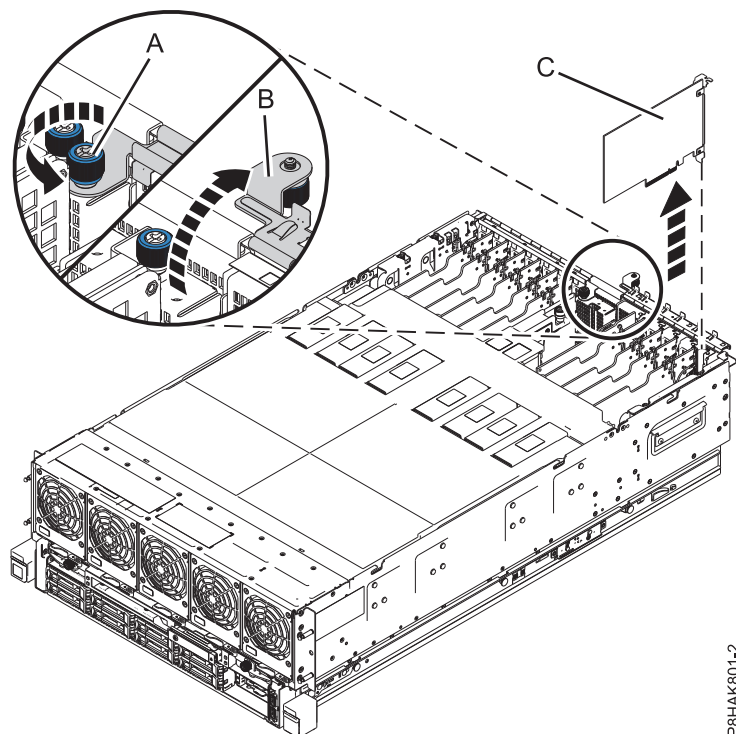

Figura 17. Remover um adaptador PCIe do sistema 8408-44E ou 8408-E8E
- a. Desaparafuse o parafuso de aperto manual da calha de retenção de E/S até este estar completamente solto. Consulte (A) na Figura 17 na página 27.
- b. Abra a calha de retenção de E/S rodando-a para cima e para fora do sistema. Consulte (B) na Figura 17 na página 27.
- a. Segure cuidadosamente no adaptador (C) pela extremidade superior ou pelos contrapontos e remova o adaptador da ranhura, tal como é demonstrado na Figura 17 na página 27.